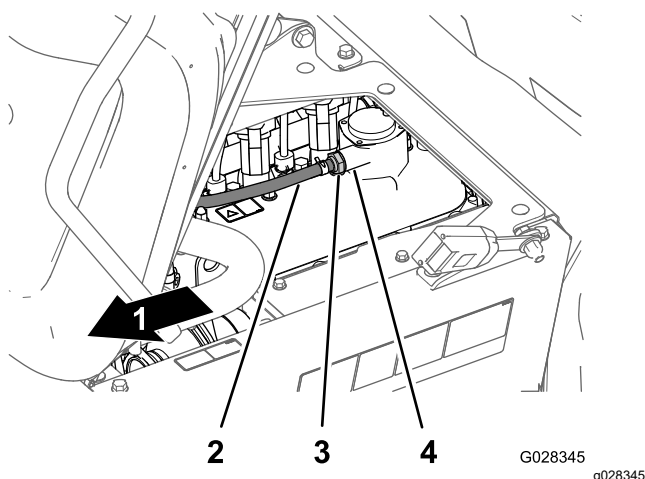

Figura 78
2. Rimuovete la valvola PCV dal raccordo del coperchio della valvola (Figura 78).
Nota: Se il restrittore interno della valvola tintinna, è possibile eseguire la manutenzione della valvola; se il restrittore non è libero di tintinnare quando scosso, occorre sostituire la valvola PCV (Figura 78).
4. Inserire la valvola PCV completamente nella guarnizione del raccordo del coperchio valvola (Figura 78).